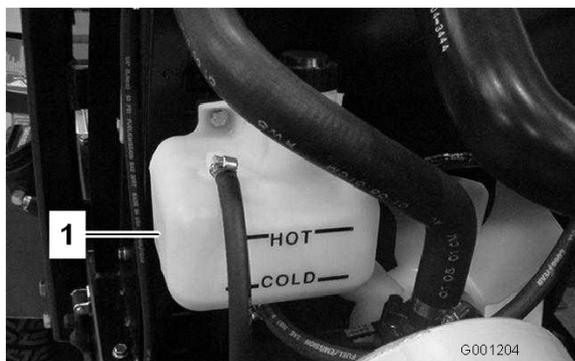

Figura 23
1. Controllate il livello di refrigerante nel serbatoio di espansione (Figura 23). Il livello del refrigerante deve essere compreso tra i segni previsti sul lato del serbatoio.